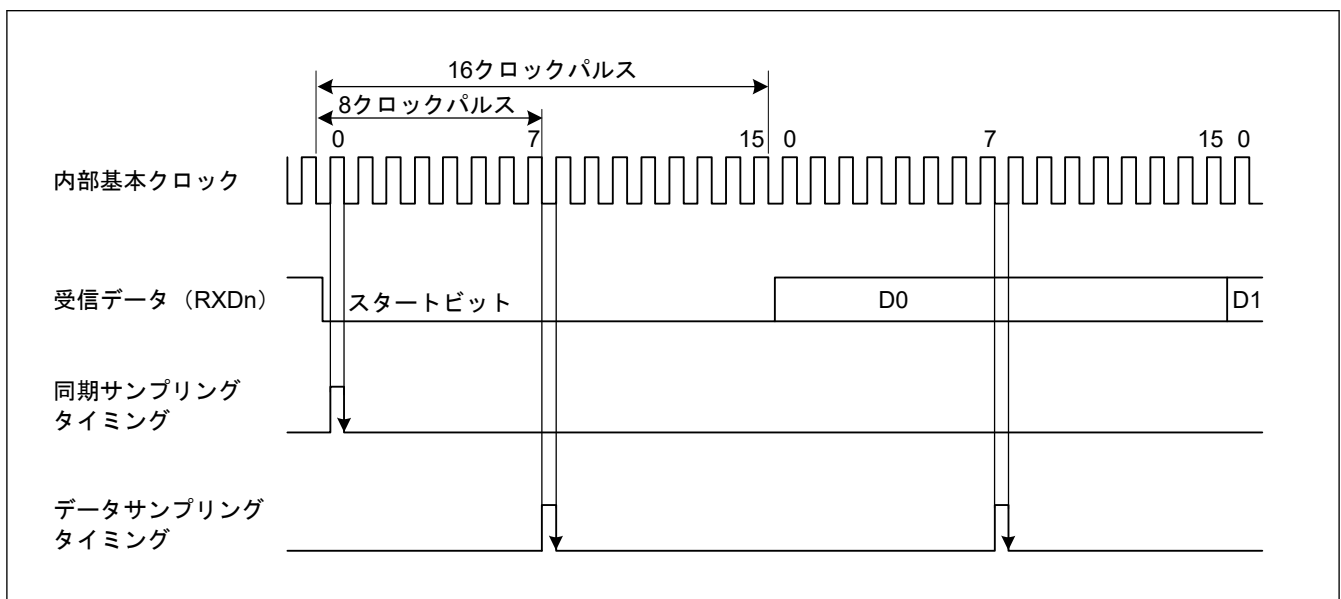

図 27.4 調歩同期式モードでの受信データサンプリングタイミング
また、図 27.4 に示すように、受信データは基本クロックの 8 パルス目(注1)の立ち上がりエッジでサンプリングされるため、各ビット (サンプリング時間を調整しない場合 (SPTR.ASEN = 0)) の途中でデータが取り込まれます。調歩同期式モードでの受信マージンは以下の式 (1) のように表すことができます。
スタートビットの決定条件は、Low 状態がビットの中間点より後ろまで続くことです。サンプリングタイミングと同様です。図 27.4 では、スタートビットを検出するためには Low 状態が 8 サイクルより長く続く必要があります。Low 状態が 8 サイクルより長く続かなかつた場合は、IP はこれをノイズと判断します。したがって IP はスタートビットの受信待機をしません。